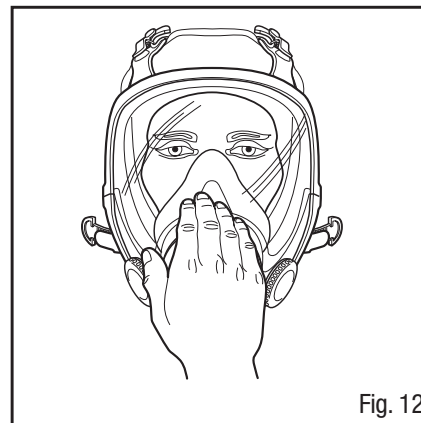

Fig. 12
2. Placer la paume de la main sur le couvercle de la soupape d'exhalation et de l'orifice DIN central et expirer doucement. Si le masque gonfle légèrement et qu'on ne détecte aucune fuite d'air entre le visage et le masque, l'ajustement est bon (Fig. 12).
1. Placer la paume de la main sur l'orifice du tuyau de respiration (Fig. 12).